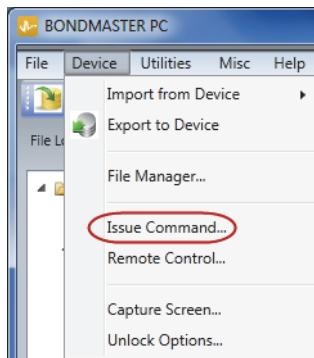
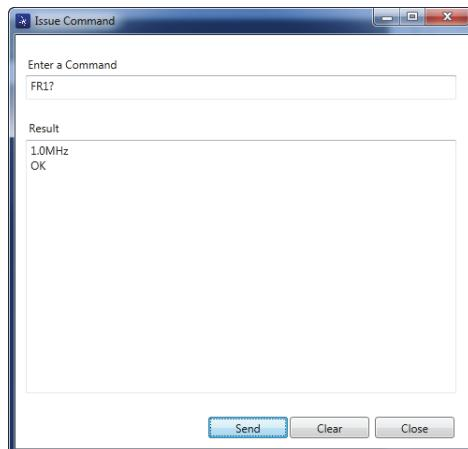

图 7-12 设备菜单：发布指令
图 7-13 发布指令对话框
1. 在 **Device** (设备) 菜单中, 选择 **Issue Command** (发布指令) (参见第 171 页的图 7-12)。出现 **Issue Command** (发布指令) 对话框 (参见第 171 页的图 7-13)。
(参见第 171 页的图 7-13)。
(参见第171页的图7-13)。